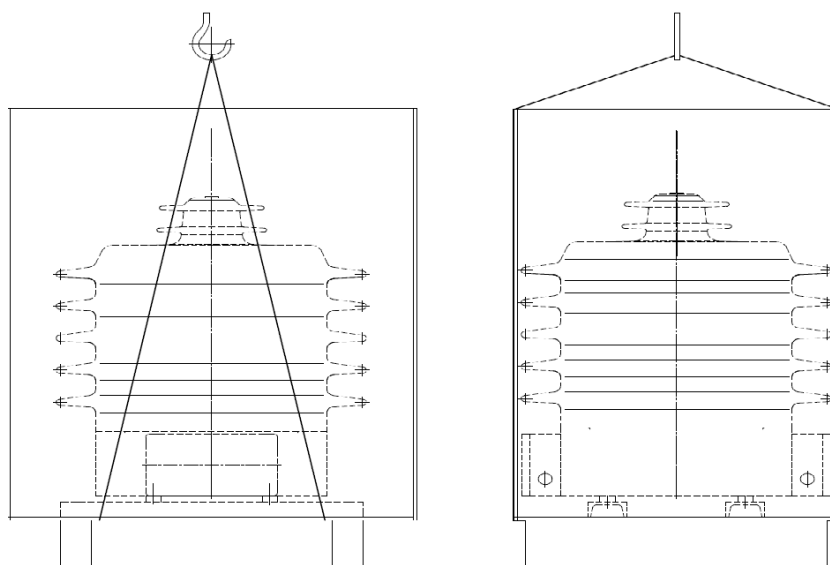

Рис. 2
8.4 При проведении такелажных работ рекомендуется производить строповку трансформатора в транспортировочной таре по схеме, указанной в приложении Б, рис.2.